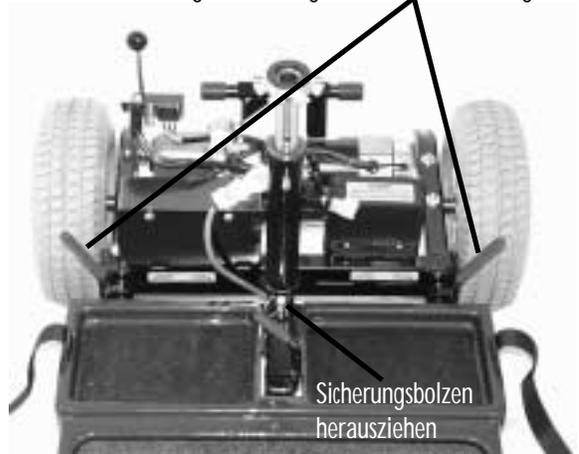

Abbildung 17. Rahmen - Verschlusshebel und Sicherungsbolzen herausziehen
9. Entfernen Sie den Sicherungsbolzen aus dem Fahrzeugrahmen <Abbildung 17>
10. Drücken Sie beide Rahmen-Verschlußhebel <Abbildung 17> nach außen in die Position „geöffnet“.